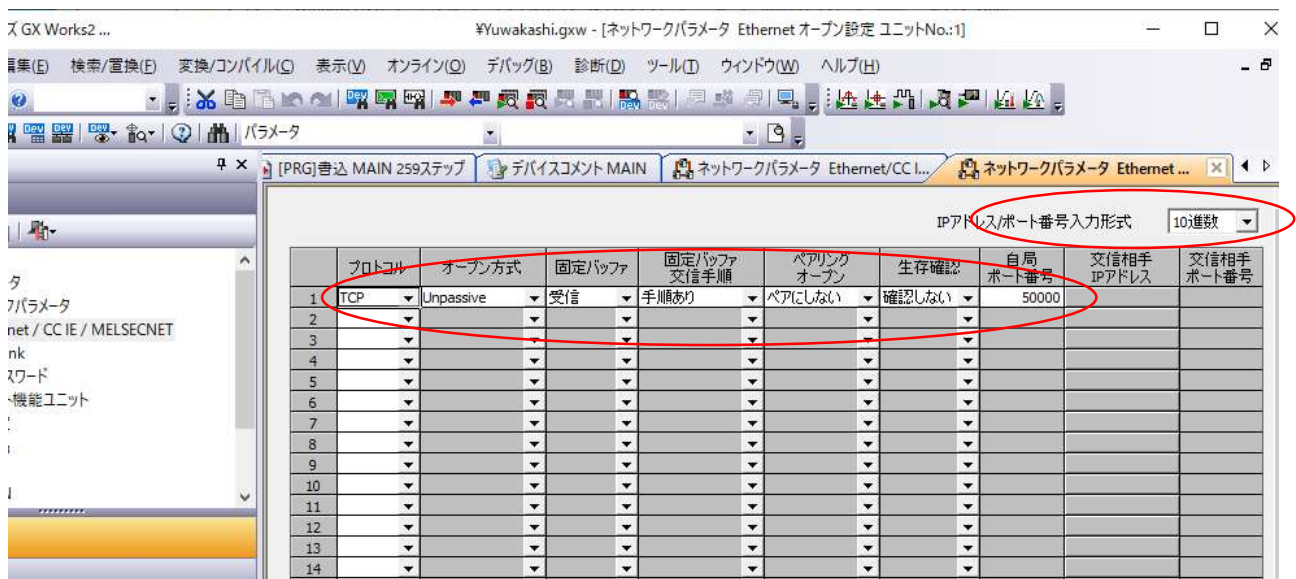

図 3-26
④「ネットワークパラメータ Ethernet/CCIE/MELSECNET」の画面で、[オープン設定]のボタンをクリックし、表示された画面で、下図のようにオープン設定します。(図 3-26)